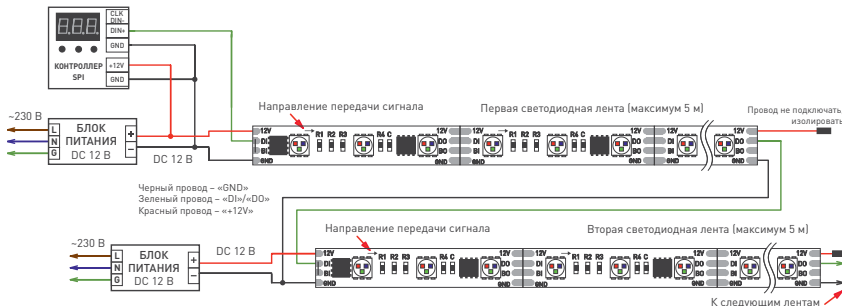

Рис. 2. Схема подключения ленты при управлении от внешнего контроллера.
Подключите ленту в соответствии с выбранной схемой (Рис. 1 или Рис. 2), соблюдая полярность и маркировку проводов. При подключении лент и соединении отрезков учитывайте направление передачи цифрового сигнала, указанное стрелкой на ленте. Вход сигнала управления имеет обозначение «DI», выход – «DO». Для подключения используйте коннекторы из комплекта поставки. Руководствуйтесь маркировкой, нанесенной на ленту (см. таблицу), маркировкой на контроллере и информацией на Рис. 3 и Рис. 4.
- Подключите ленту согласно используемой схеме [Рис. 1 или Рис. 2], соблюдая полярность.